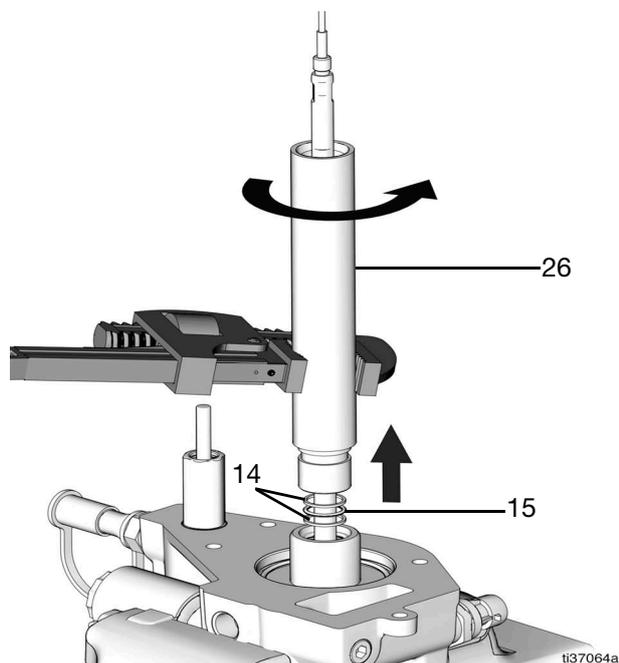

FIG. 45
28. Desserrer et retirer le tube rallonge (26) du boîtier supérieur. Retirer les deux bagues d'appui (14) et le joint torique (15) (FIG. 45).